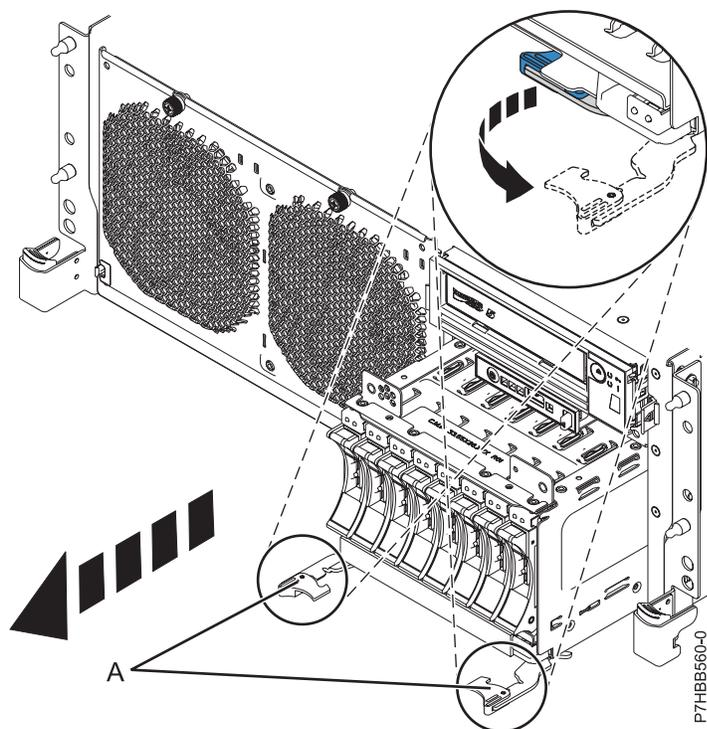
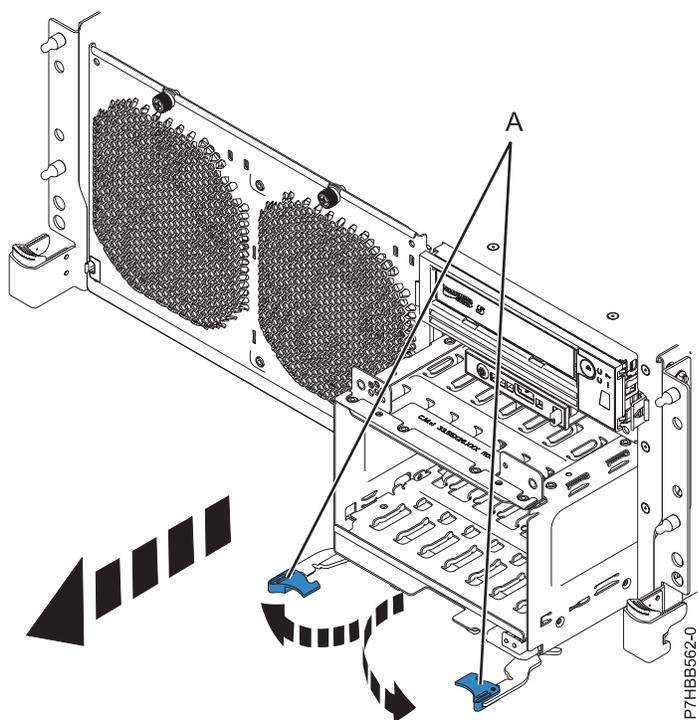

Figure 24. Retrait du fond de panier comportant des unités de disque
Figure 25. Retrait du fond de panier ne comportant pas d'unités de disque
14. Déverrouillez le fond de panier de l'unité de disques en tirant les poignées (**A**) afin de les mettre en position ouverte, au centre du fond de panier, comme indiqué dans la figure 24, à la page 47 et la figure 25, à la page 47.